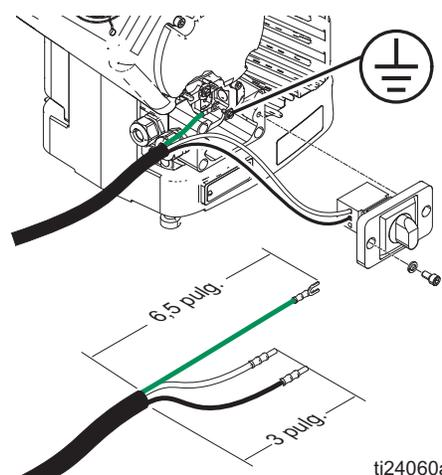

FIG. 2: Cable de alimentación
- Añada casquillos si fuera necesario. Consulte la FIG. 2.